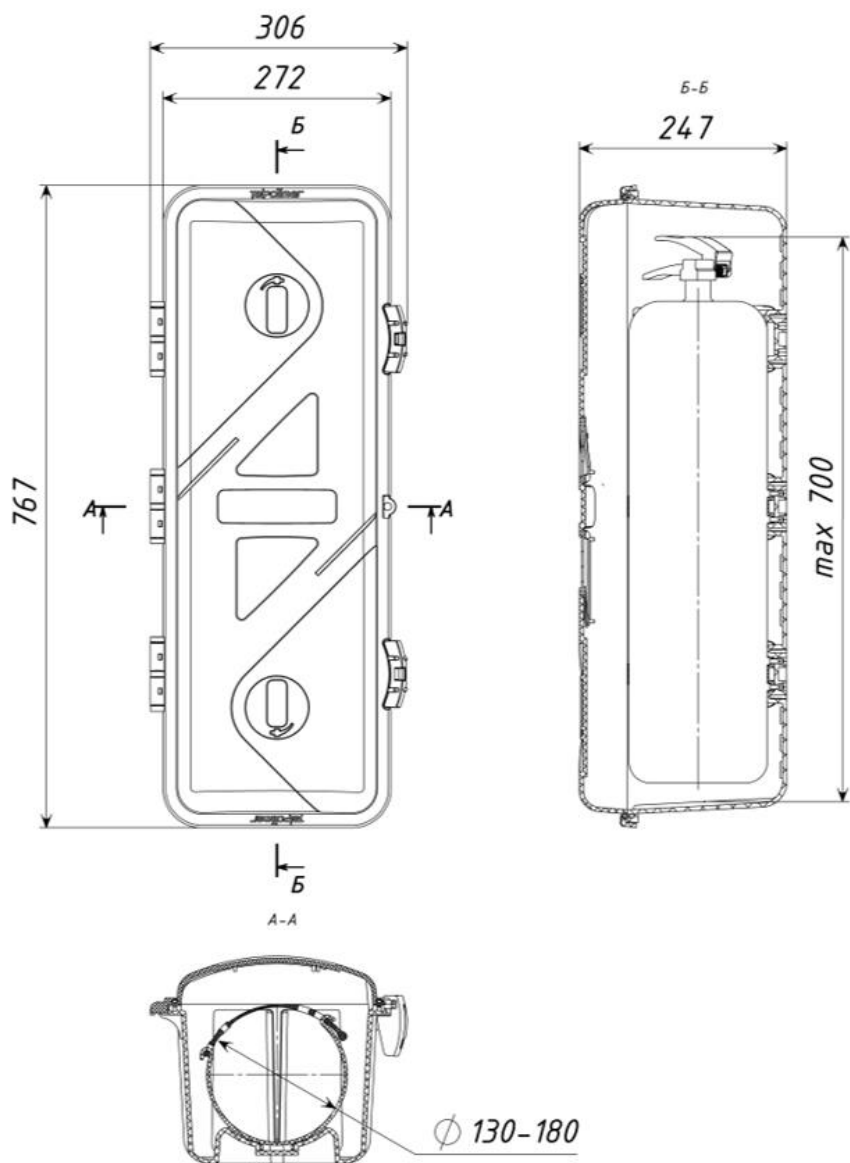

Рис. 1 – Габаритные размеры
- Основные размеры приведены на рис. 1.